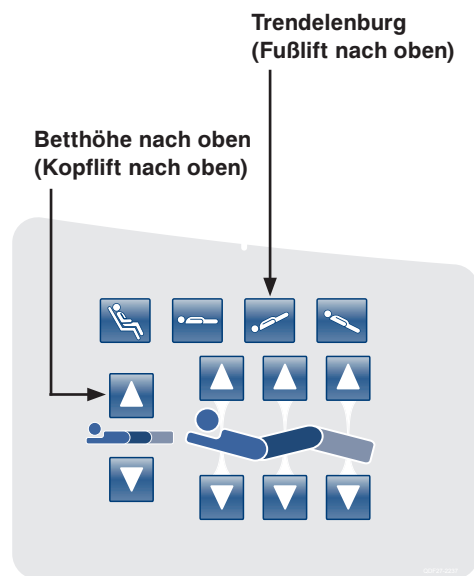

Abbildung 20: Bedienkonsole am Seitengitter des Kopfendes - (Rechte Seite abgebildet)
21. Das Bett in die höchste Position bringen; dazu die in Abbildung 20 dargestellten Tasten **Trendelenburg (Fußlift nach oben)** und **Betthöhe nach oben (Kopflift nach oben)** gleichzeitig drücken.